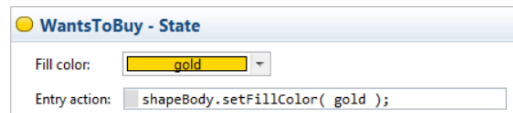

Рисунок 7.4 – Заміна *WantsToBuy*
5. Змініть *WantsToBuy* подібно до інших станів (колір заливки: золотий, дія введення: *shapeBody.setFillColor(gold)* (рис. 7.4).